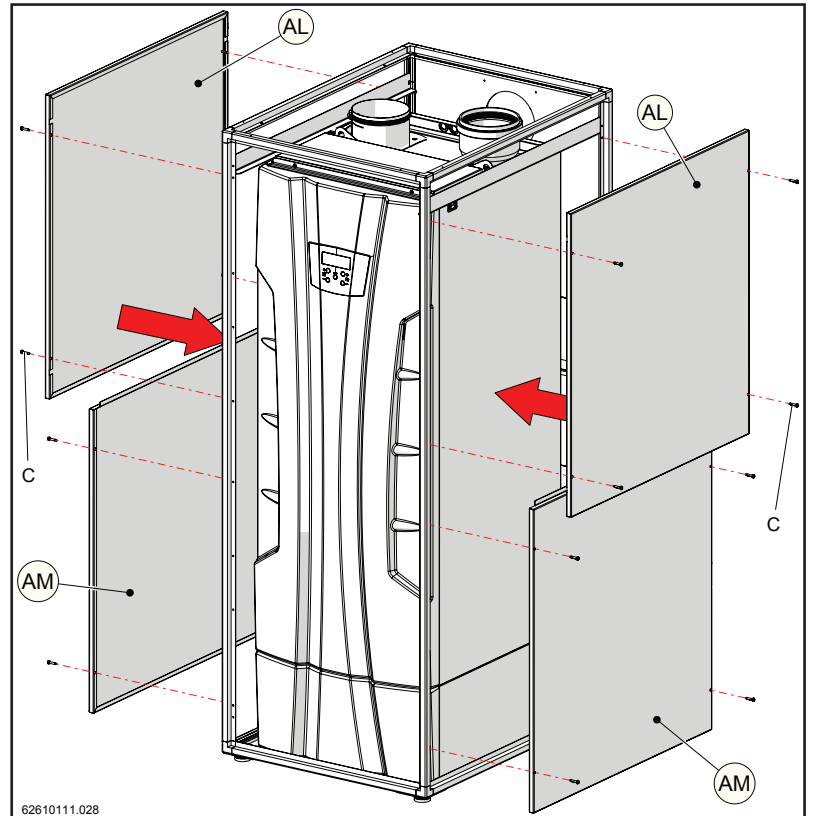

Figure 13-62
- 14.- Positionner les couvertures latérales (AM) (en premier) et (AL) (ensuite) en les fixant à la structure à l'aide des vis « C » (figure 13-62).